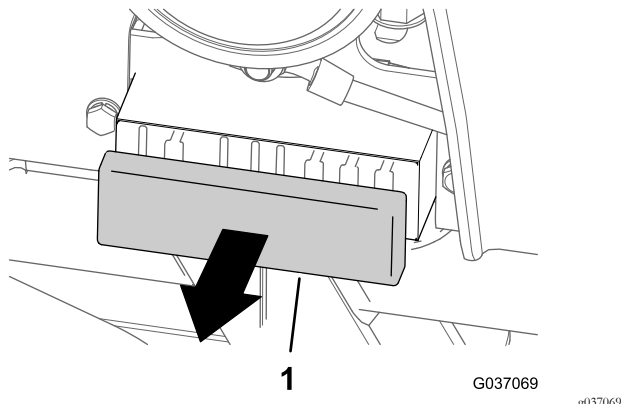

**Figura 35**
- Modelli 30654, 30657 e 30659 - posizione del 4° fusibile da sinistra (Figura 35)